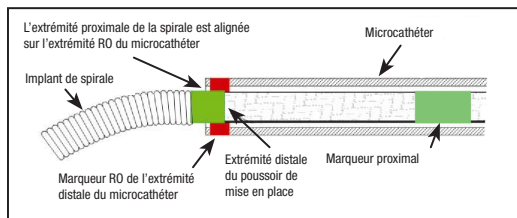

Figure 4 : Position des marqueurs pour le détachement
30. Avancer la spirale dans le site souhaité jusqu'à ce que le marqueur radio-opaque sur le poussoir de mise en place soit aligné ou en position légèrement distale par rapport au marqueur RO de l'extrémité distale du microcathéter, en positionnant la zone de détachement juste à l'extérieur de l'extrémité du microcathéter. Voir Figure 4.